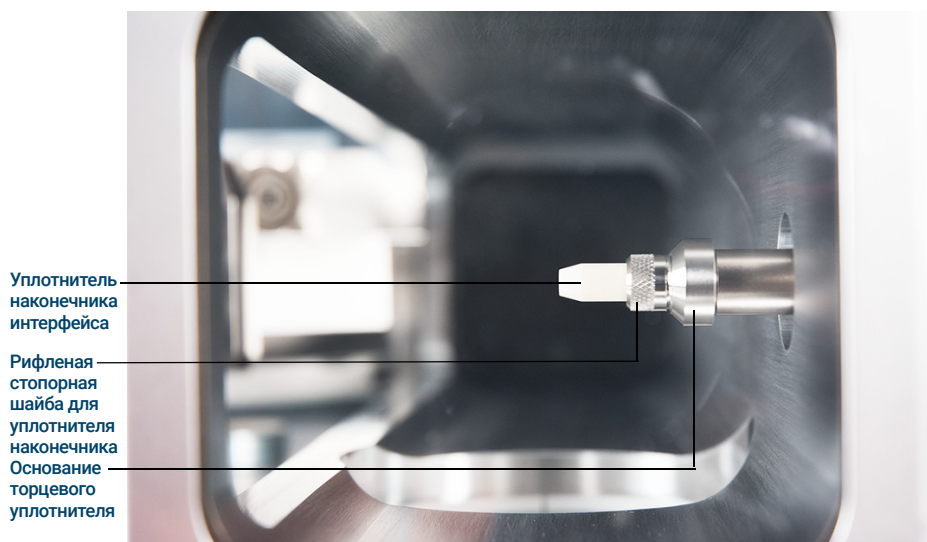

Рис. 8. Уплотнитель наконечника интерфейса
- 1 Убедитесь, что источник ХИ, источник ЭУ XTR или HES установлен. Этот торцевой уплотнитель и его пружина не должны устанавливаться, когда установлен источник ЭУ SS или инертный источник (См **Рис. 8** на стр. 59).